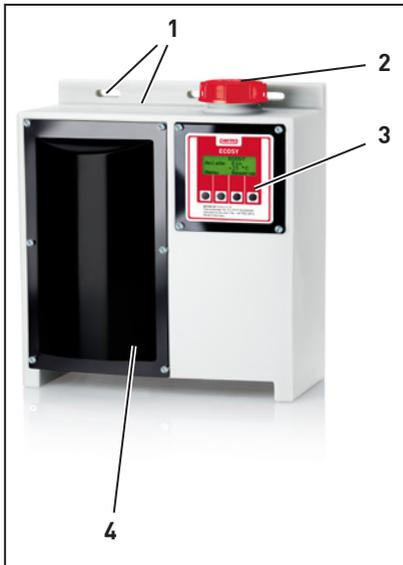

Fig. 3-1 Sistema di lubrificazione ECOSY 5
Il sistema di lubrificazione perma ECOSY 5 è costituito da (fig. 3-1 e 3-2):
- Togliere il coperchio dello scomparto pompa (4, fig. 3-1).
- Rimontare il coperchio dello scomparto pompa (4, Fig. 3-1). Avvitare strettamente con le dita le viti esagonali (SW3).